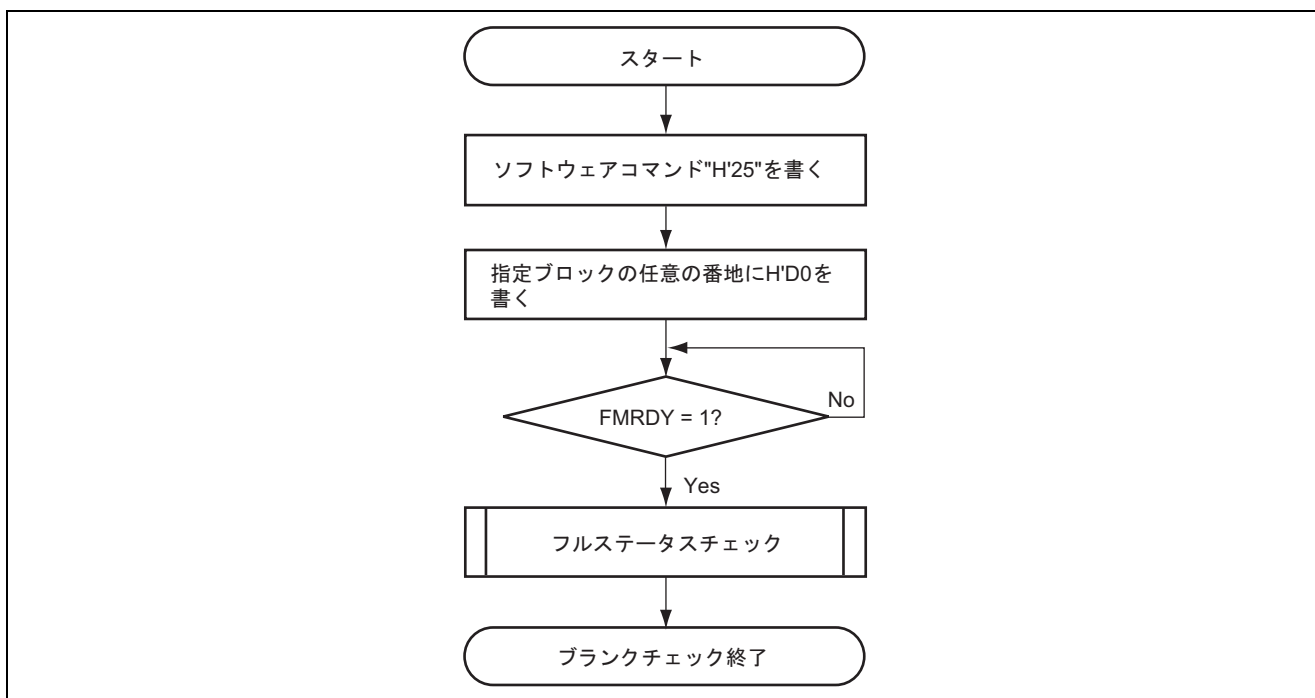

図9 ブランクチェックフロー
ブランクチェック終了後, FLMSTR の FMEBSF ビットでブランクチェックの結果を知ることができます ((9) フルステータスチェック参照)。図9にブランクチェックフローを示します。